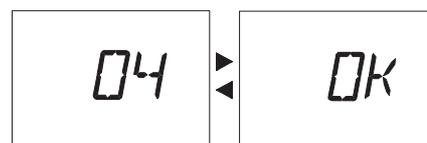

Рис. 36
- 3 Через 5 секунд после ввода желаемого значения **Внешнего водонагревателя** или **Только отопления** произойдет автоматическое сохранение настройки, после чего на ЖК-дисплее отобразится надпись **OK** (Рис. 36) в качестве подтверждения сохранения.